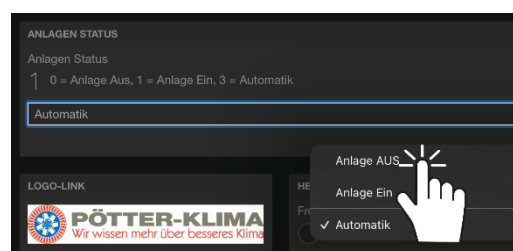

Abbildung 2.5
1. **Anlage Aus** (siehe Abbildung 2.5)